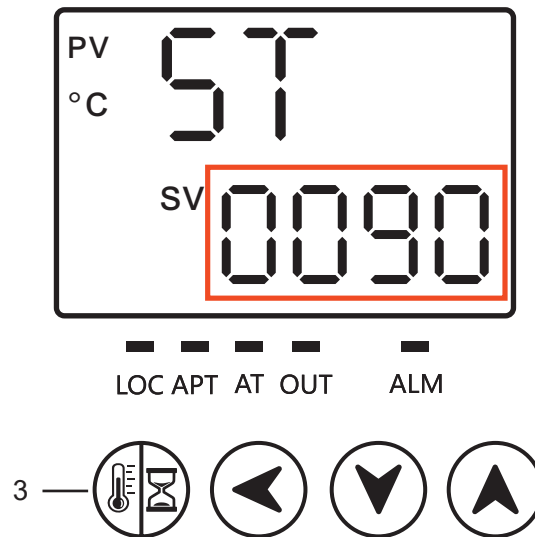

Figura 6. Activar y definir temporizador
2. Presione 2 veces el botón 3 . Programe el Tiempo deseado utilizando los botones: de desplazamiento () de disminución () y de aumento (). Después, presione el botón 3  para confirmar los parámetros. El temporizador comenzará a funcionar una vez alcanzada la temperatura establecida. (Figura 6).